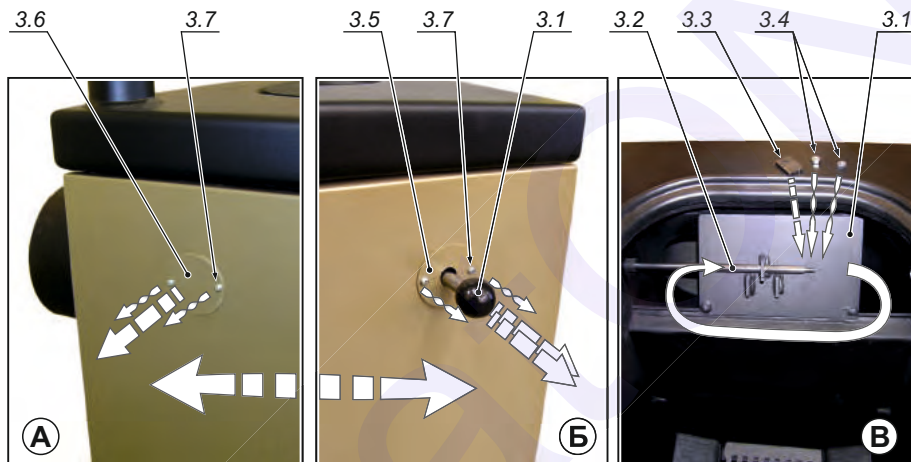

Рис. 5.
Для Вашего удобства, с целью эффективного использования предусмотренного помещения для установки котла, направление открывания дверок можно поменять на открывание влево (см. рис. 2), а также в левую сторону можно перевернуть и ручку заслонки розжига (3) (см. рис. 5).